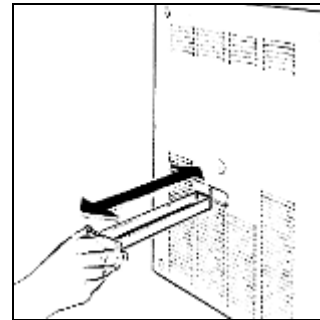

Abb. 15
- Den seitlichen Kasten wie in Abbildung 15 gezeigt entfernen und prüfen, dass keine Tropfspuren vorhanden sind, wobei darauf zu achten ist, den Kasten wieder einzusetzen.